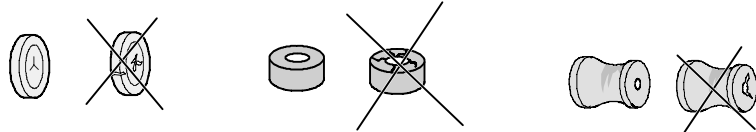

Рис. 36
- ◆ Замените ломкие и имеющие трещины уплотнительные колпачки. (рис. 36)